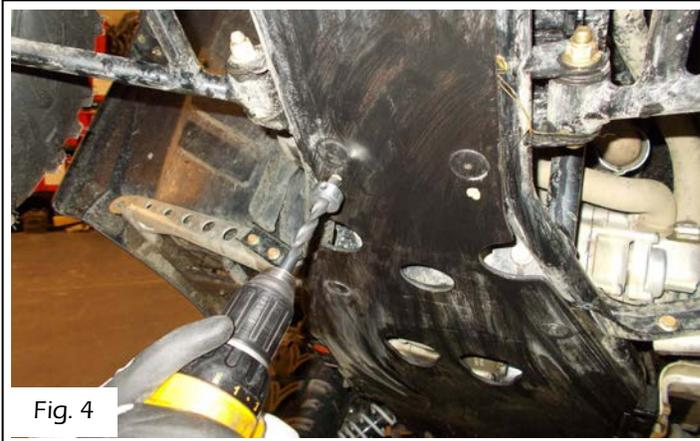

Fig. 4
- 4) Percez les trous à l'aide de l'outil de perçage prévu à cet effet (produit Kimpex n° 373920) (consultez la figure 4). Si vous ne possédez pas l'outil, retirez les plaques de protection et percez à l'aide d'un foret 1/2 po. Réinstallez les plaques de protection par la suite.